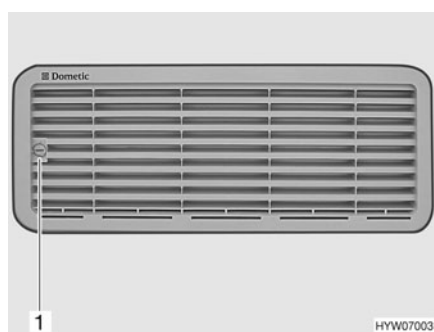

Fig. 125 Grille d'aération du réfrigérateur (Dometic petit)
- Tourner la vis (Fig. 125,1) d'un quart de tour à l'aide d'une pièce de monnaie.